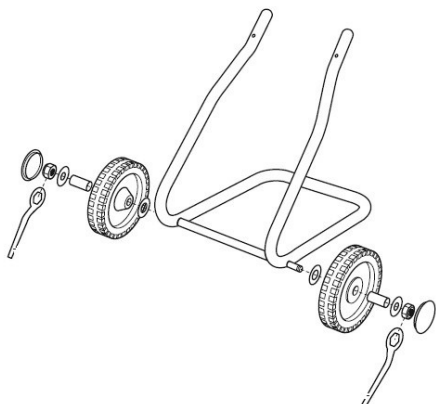

Рис. 1
3. Прикрепите ось колес к стойке в сборке. Установите прокладки на ось, наденьте колеса на ось, а затем зафиксируйте шайбу и контргайку на оси при помощи прилагаемого ключа (Рис. 1).
4. Установите на колеса колпаки, чтобы закрыть концы оси. Чтобы надежней закрепить их на колесах, можно использовать молоток. Между колесом и колпаком может быть небольшой зазор, необязательно прижимать его до конца (Рис. 1 и 2).